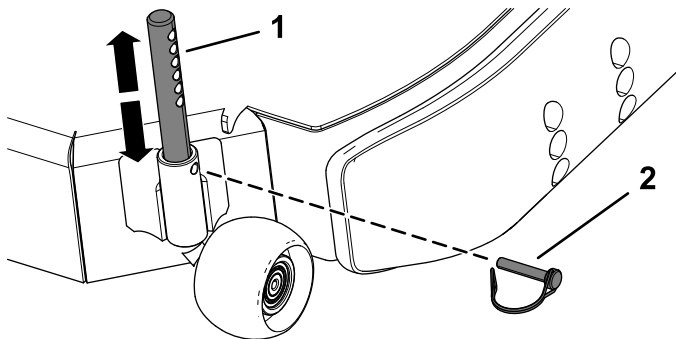

Bild 32
4. Nehmen Sie den Arretierbolzen aus dem Rollenstift (**Bild 32**).
5. Versetzen Sie den Rollenstift nach oben oder unten in die gewünschte Stellung und befestigen Sie ihn mit dem Arretierbolzen (**Bild 32**).